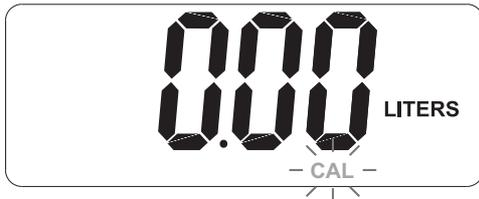

ABB. 11 CAL blinkt, Messgerät bereit zur Kalibrierung
5. CAL blinkt auf dem Display wie in ABB. 11 gezeigt. Ergreifen Sie eine der folgenden Maßnahmen: